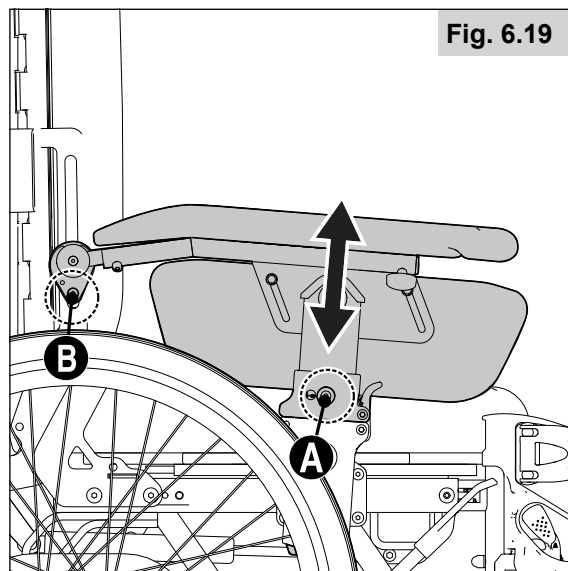

Fig. 6.19
6.18 Aanpassen van de hoogte van de armsteunen (Fig. 6.19)